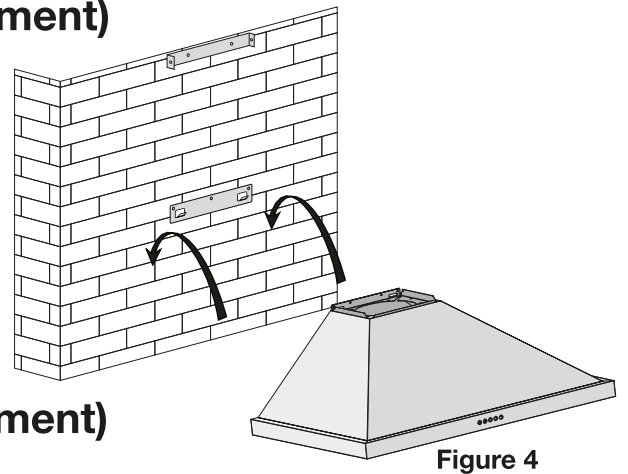

Figure 4
- Suspendre les crochets de la hotte sur les supports inférieurs du montage (voir figure 4).